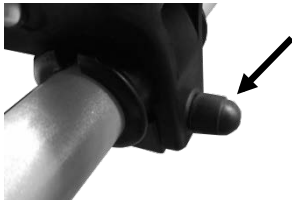

Figure 10 : Capuchon de protection
- Dirigez maintenant les rails d'extension vers l'arrière autant que possible et parallèlement aux feux arrière. Serrez les écrous au niveau des sabots de fixation. Enfichez le capuchon de protection (figure 10) sur les écrous.